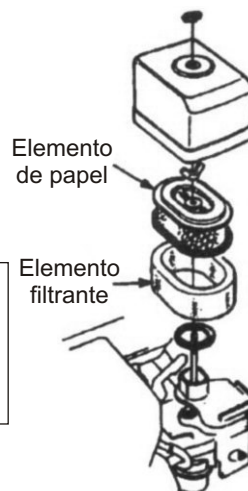

Figura 1
2. Para limpar ou trocar o filtro de óleo, solte a porca da caixa do filtro de ar (Figura 1), remova a cobertura e retire o cartucho do filtro de ar. Se apenas a limpeza é requerida, injete ar comprimido no cartucho, de dentro, direcionado para cima e para baixo até a completa remoção da poeira.